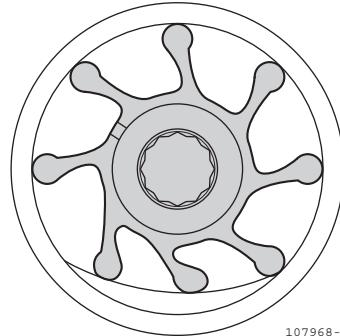

Figure 16
4. Pour l'installation de la turbine, la position des pales de la turbine est présentée dans le schéma de droite.(Figure 16)